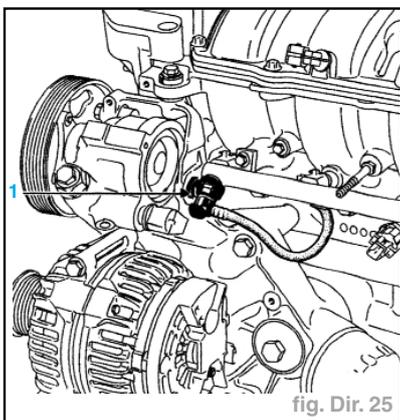

fig. Dir. 25
- Débrancher le tuyau d'arrivée de carburant sur la rampe d'injection, qui permettra de déposer la vis étoile (1) (T40) de fixation de la pompe (fig. Dir. 25).